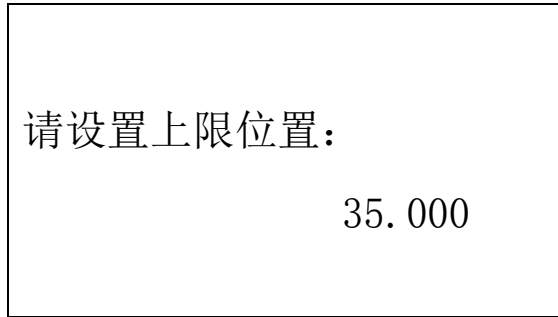

图 3-1
A. 长按菜单键 3 秒以上，便进入上下限学习界面，如下图 3-1 所示；上下限位的学习顺序可以通过 ↑、↓